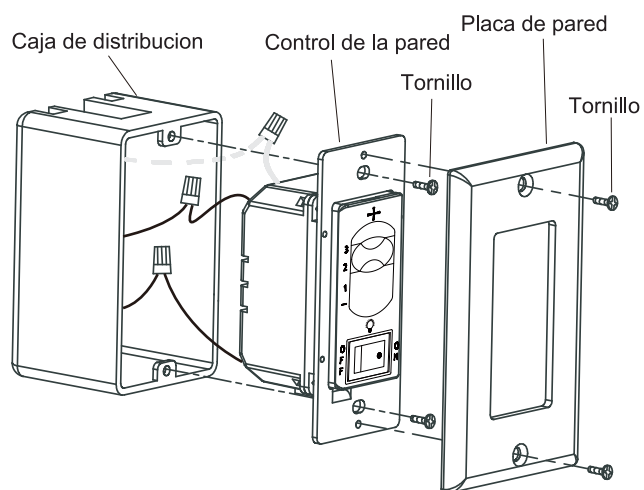

FIG. 9
Paso 3. Haga las conexiones de cable (Fig. 9) y los fija con capuchones suministrados.